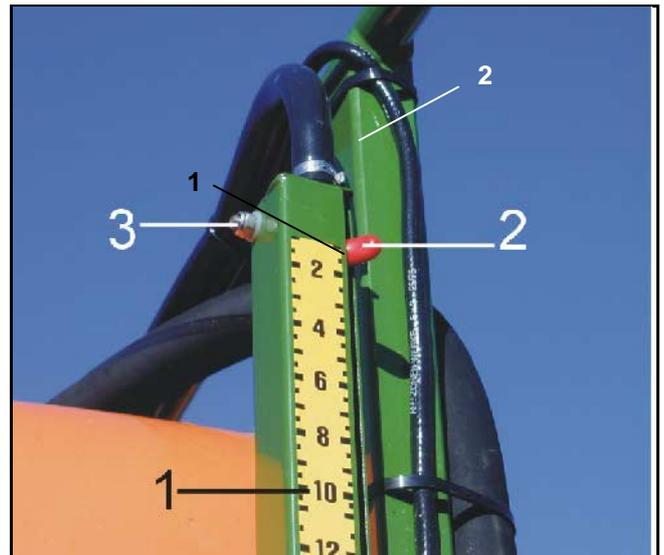

Fig. 7.4
- Leer el contenido del recipiente en la aguja (Fig. 7.4/1) sobre la escala del indicador de nivel (Fig. 7.4/2).